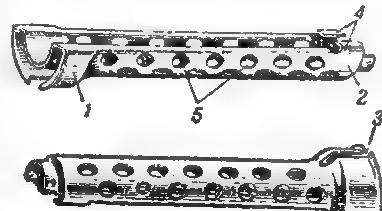

Рис. 47. Нижний кожух:
47. Нижний кожух (рис. 47) является продолжением цевья ложи. Он имеет: задний уши-